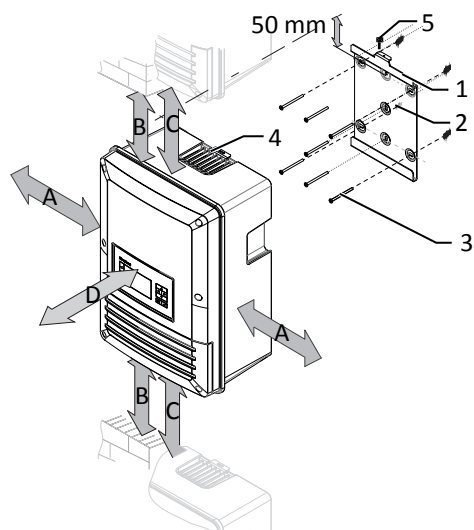

Abb. 7: Mindestabstände für Wandmontage
- 3 Beiliegende Schraube an der Lasche der Halterung einsetzen und Gerät zur Sicherung gegen Ausheben befestigen [X X Z2 (Pozidrive) /  1 Nm] ([Siehe Abbildung 7] [▶ Seite 44]).